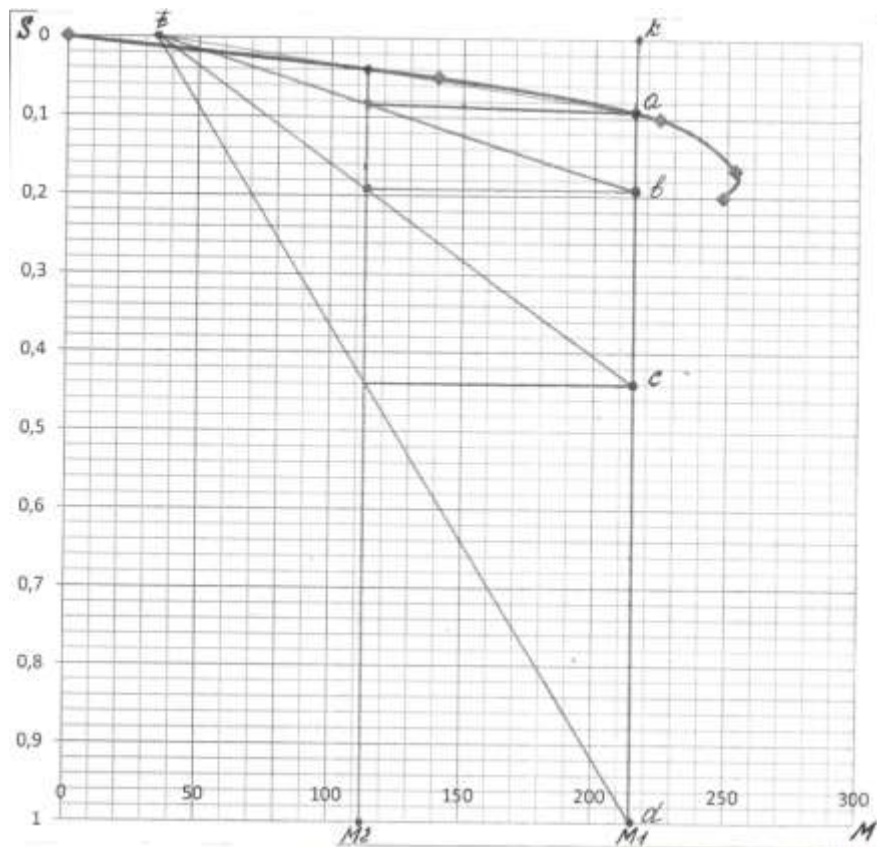

Рисунок 29. Нормальная пусковая диаграмма АД.
8) По данным таблицы строим рабочую часть естественной механической характеристики и выполняем построение нормальной пусковой диаграммы (рис.29).